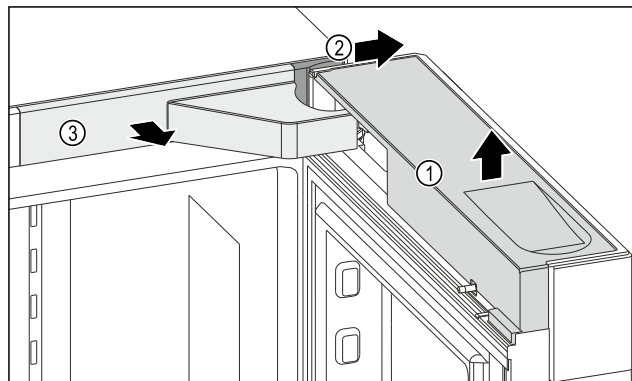

Fig. 10
- Vegye le a fedelet Fig. 10 (1).
- Vegye le a fedelet Fig. 10 (2).
- Vegye le a fedelet Fig. 10 (3).